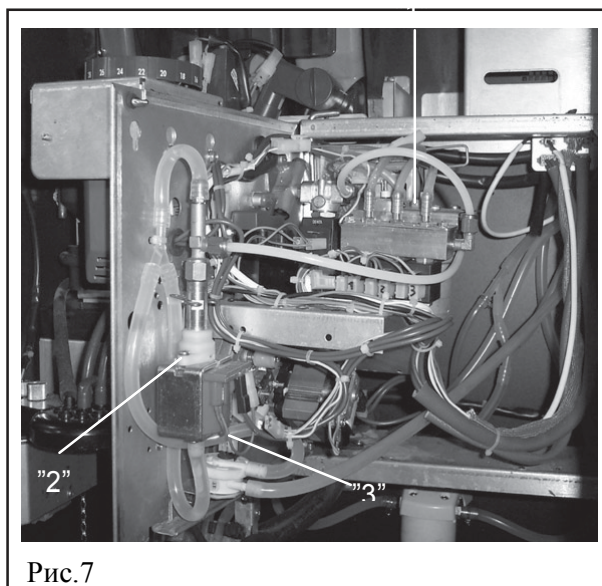

Рис.7
- после включается помпа (2, рис. 7) и подкачивает заданное счетчиком воды (3, рис. 7) количество воды через ЦУ для приготовления эспрессо;